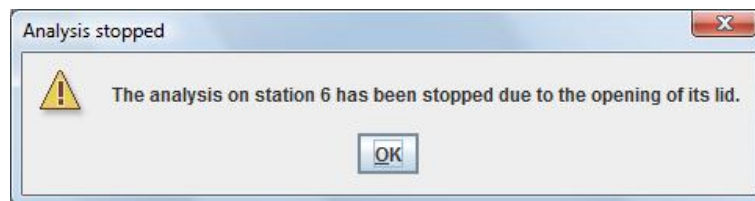

Fig. 20. MBS-MR – Finestra di stop dovuto all'apertura del tappo della stazione
- Se durante la prova viene aperto il tappo della stazione, l'analisi viene interrotta immediatamente senza possibilità di ripristino e l'MBS-MR apre il box "Analysis stopped" (fig. 20). Premere il pulsante "OK". Per salvare un report (con la dicitura "analisi interrotta a causa dell'apertura della stazione") e per resettare la postazione seguire quanto descritto al par. 1.5.5.